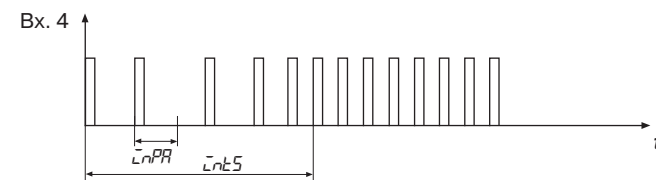

Рис. 5
3.2.5.2. Таймер 2 предназначен для блокировки сигнала защитного выключения на время действия пускового момента, так как период следования импульсов в течение этого времени может превышать максимально допустимый период следования импульсов, заданный в параметре \overline{LnpP} (рис.5). Длительность пускового момента задается в программируемом параметре \overline{LntS} (см. *прил. В*, табл. В3).